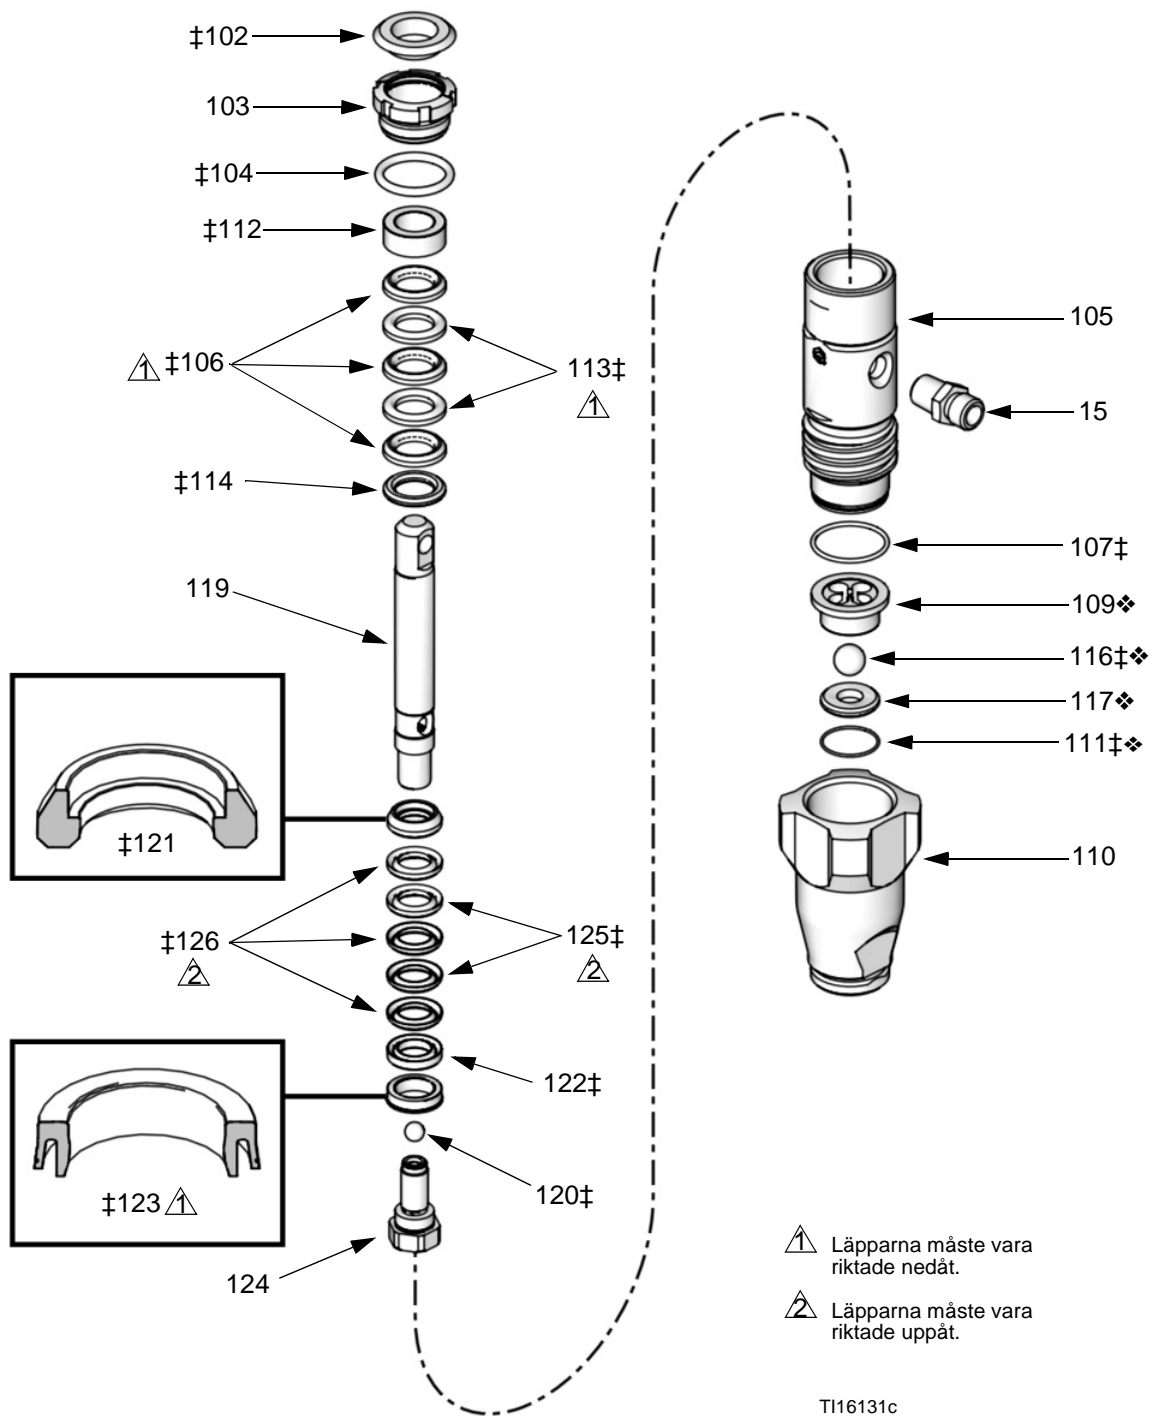

Fig. 7. Kolvpump
4. Ta bort intagshuset (110). Se FIG. 7.
5. Rengör eller byt ut kullebaren (109), kulan (116), sätet (117) och o-ringen (111).
6. Installera o-ringen (111†), sätet (117), intagskulan (116†) och kullebaren (109) i intagshuset (110).
7. Skruva på intagshuset (110) på cylindern (105). Vrid till 95–108 N•m (70–80 ft-lb).
2. Se FIG. 7. Lossa packningsmuttern (103) med hjälp av skruvmejsel och hammare. Ta bort o-ringen (104).
3. Skruva loss cylindern (105) från intagshuset (110). Stång- och kolvanordningen medföljer cylindern.
4. Ta bort kulleledaren (109), intagskulan (116), sätet (117) och o-ringen (111) från intagshuset (110).
5. Skjut stång- och kolvanordningen ut ur botten på cylindern. Ta bort o-ringen (107) från cylindern.
7. Sätt stången (119) i en skruvtving och skruva loss kolven (124). Var noga med att inte tappa kolvkulan (120). Montera loss kolvpackningarna från kolven.